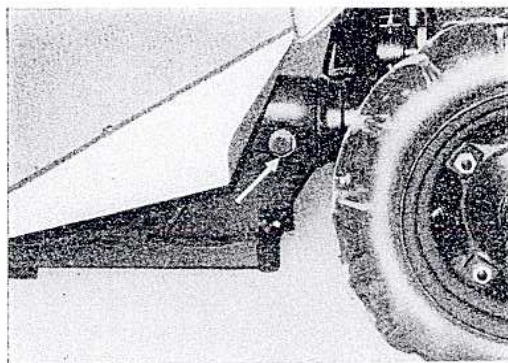

Fig. 2
- Kontroller oljestanden i utliggerdrevet (14) ved å skru av pluggen (30), og kjenn med en finger om oljen ligger i samme høyde som pluggen (fig. 2). Når olje fylles på, dreies utliggeren $\frac{1}{4}$ omdreining opp, etter at sperrebolten er dradd ut (12). Til påfylling av gearkassen og utliggerkassen benyttes en god olje av anerkjent fabrikkat som kan fås i tettlukket boks, f. eks. Shell Spirax 90.
- Kontroller oljestanden i luftfilteret (42). Dette kan gjøres ved å skru av den øverste skruen. Lokket og filteret tas av, og kan om nødvendig vaskes med bensin. Fyll ikke for mye olje på, hold oljestanden litt under oljestandsmerket. (Bruk samme olje som De nytter på motoren.)